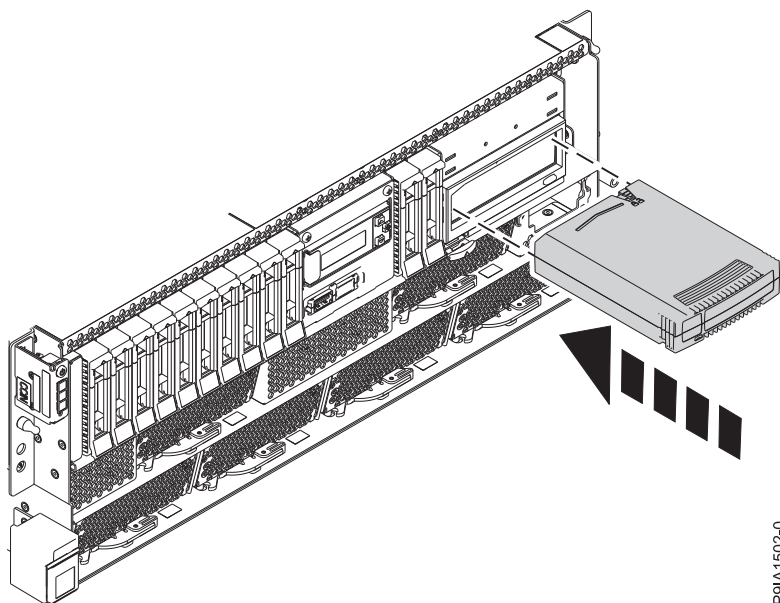

Figura 30. Sustitución de la unidad de disco extraíble RDX interna
2. Inserte la unidad de disco extraíble RDX interna en la estación de acoplamiento, tal como se muestra en la Figura 30 en la página 36.